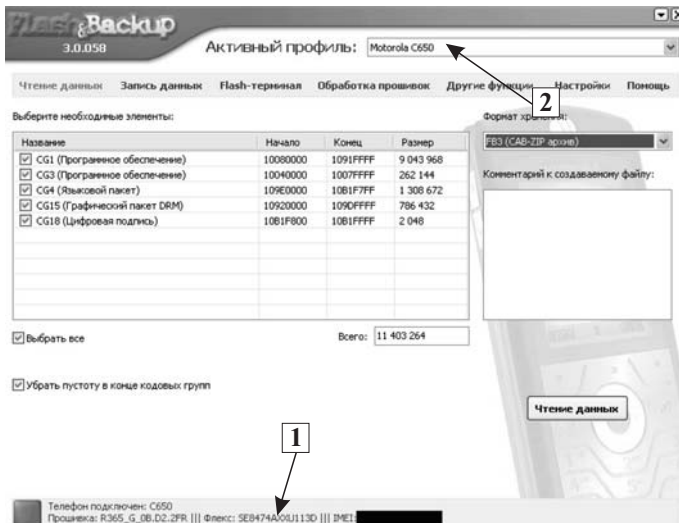

Рис. 2.18. Вкладка «Чтение данных» программы Flash & Backup
2. Подключают к компьютеру включенный телефон или телефон, находящийся в режиме программирования. При этом телефон будет опознан программой, а в строке статуса (1 на рис. 2.18) будет отображена его аппаратная платформа, IMEI, версии Firmware и Flex.
3. В выпадающем списке «Активный профиль» (2 на рис. 2.18) выбирают профиль, соответствующий ремонтируемому телефону.